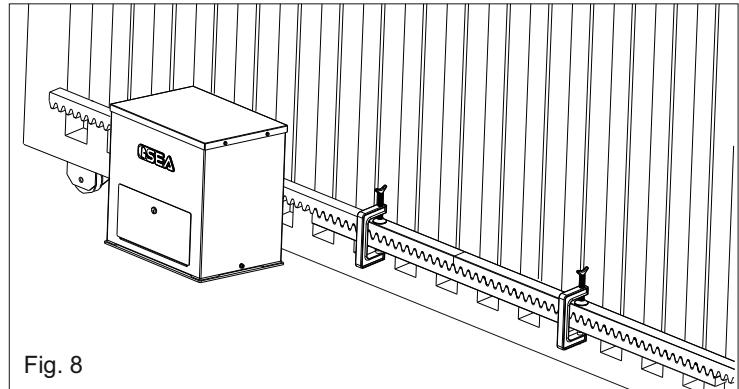

Fig. 8
5.4. Controlar que todos los elementos de la cremallera resulten perfectamente alineados y posicionados correctamente (dentaduras en fase). Se aconseja de contraponer a dos elementos sucesivos un tercer elemento como indicado en la Fig. 8;